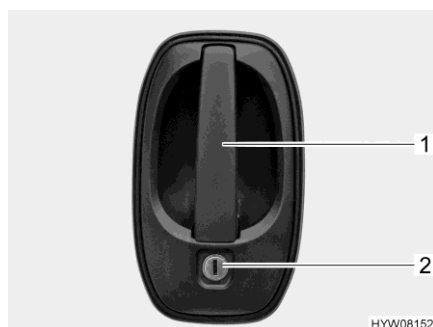

Fig. 35 Serratura della porta (porta conducente/porta di ingresso, lato esterno)
- Inserire la chiave nel cilindro della serratura (Fig. 35,2) e ruotare fino a quando la serratura della porta si sblocca.
- Tirare la maniglia della porta (Fig. 35,1). La porta è aperta.
- Inserire la chiave nel cilindro della serratura (Fig. 35,2) e ruotare fino a quando la serratura della porta si blocca.